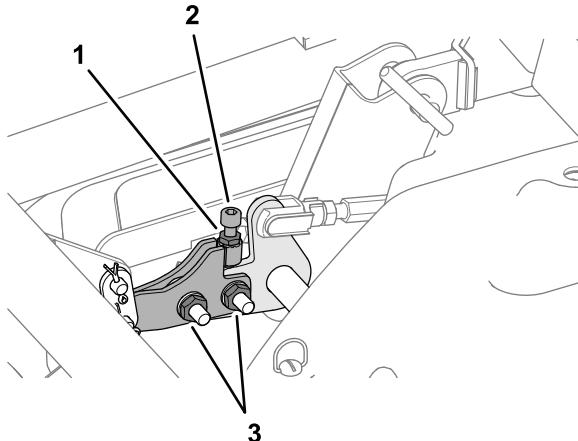

Figura 123
- A. Allentate le 2 viti che fissano l'articolazione di livellamento (Figura 123).
- B. Allentate il controdado che assicura il bullone a esagono incassato (Figura 123).
10. Serrate i 2 dadi dell'articolazione di livellamento e il controdado del bullone esagonale incassato (Figura 123).
- 7. Serrate i controdadi dei regolatori dell'inclinazione del piatto (Figura 123).